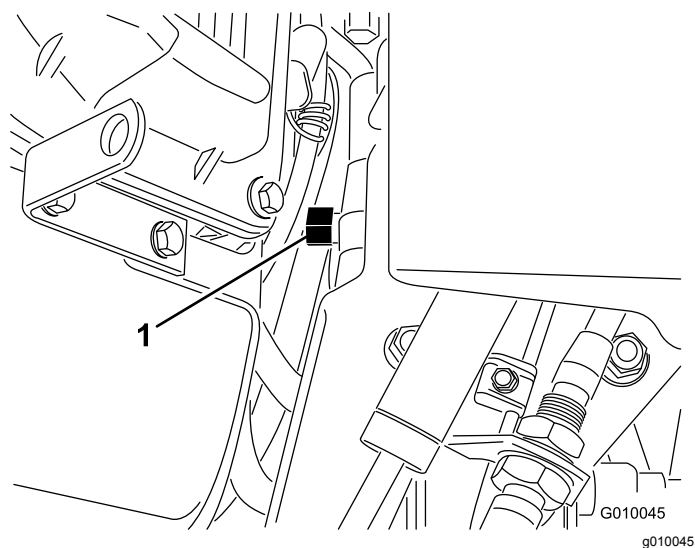

図 31
2. エンジンと油圧ポンプの途中に配置されているバイパスバルブを探し出す 図 31。
3. レンチ 1/2" を使ってバイパスバルブを左回りに 1 回転させる。これで油圧回路がバイパスされ、車輪が自由に回るようになります 図 31。
5. 運転を再開するには、バイパスバルブを右回りに1回転させる 図 31。